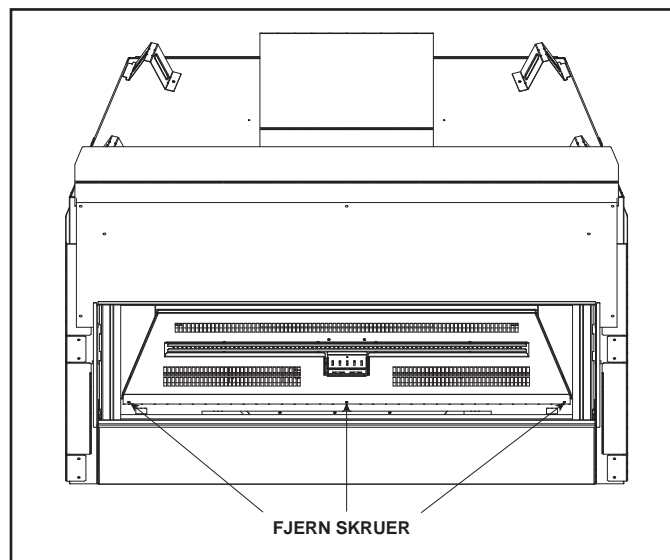

Fig. 16.3 Fjern materialbrett
2. Fjern materialbrettet ved å fjerne tre skruer på forkanten av materialbrettet. Se Fig. 16.3.